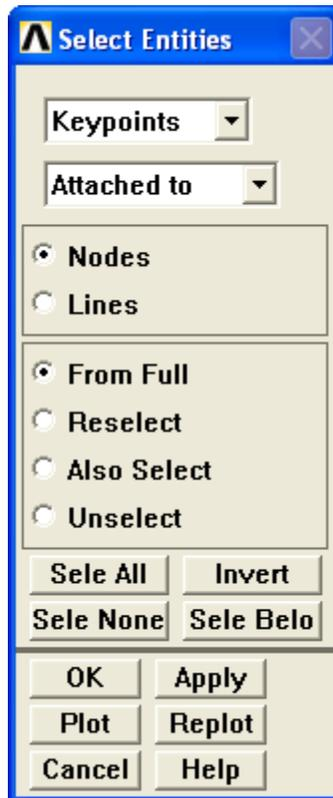

Рисунок 13. Диалоговое окно выбора активных компонент при включенной опции *Attached to*
- При выборе пункта *Attached to* (выбор компонент связанных с другими компонентами) в диалоговом окне появляются пункты выбора, соответствующие выбираемому компоненту, например для точек это *Nodes* и *Lines* (Рисунок 13).